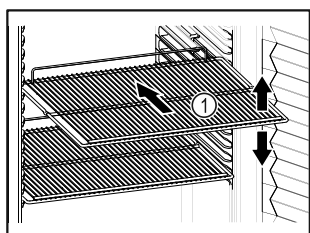

Fig. 57 Beispielhafte Darstellung
- ☐ Wenn Abstellroste Fig. 57 (1) versetzbar sind, je nach Höhe anpassen.